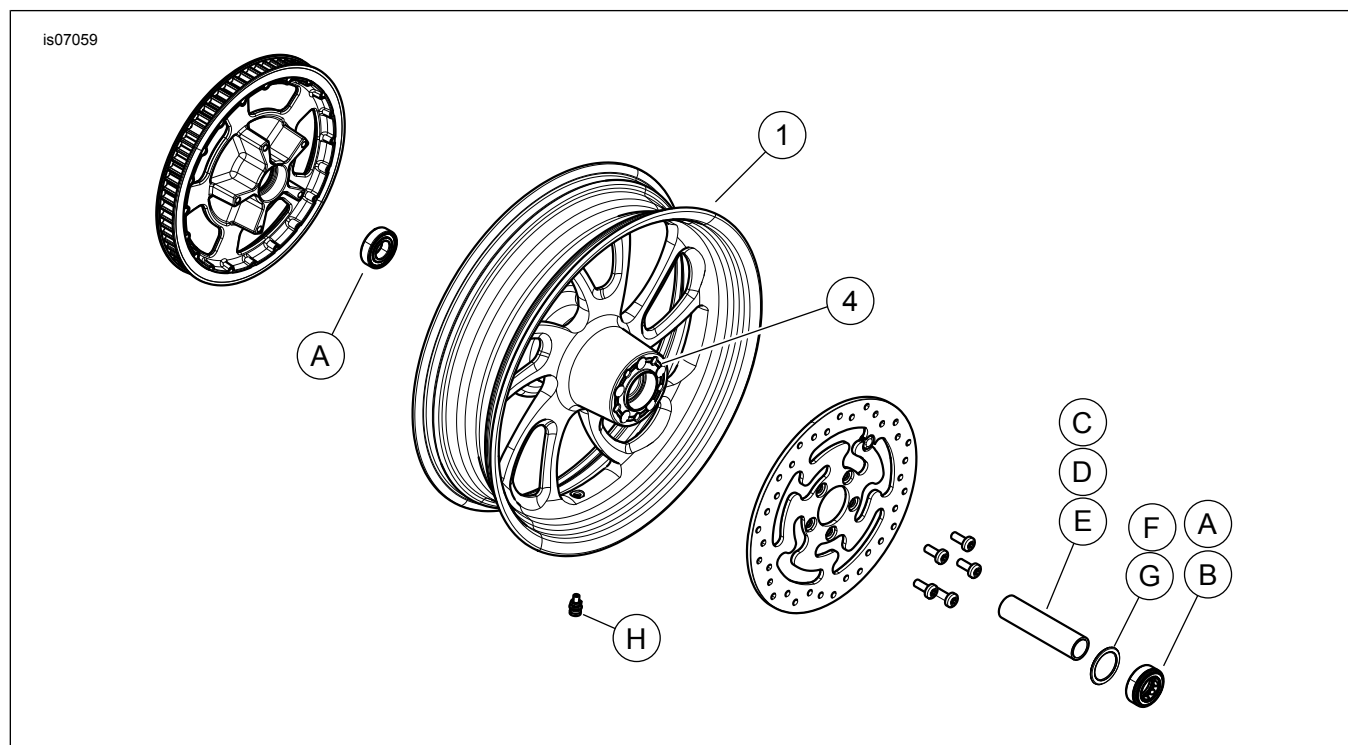

Figura 1. Piezas de servicio: Ruedas traseras Blade
Vea Figura 1 y Tablas de piezas de servicio.
2. Vea Figura 1. Instale el conjunto del vástago de la válvula (H) en la rueda. Vea el Manual de servicio.